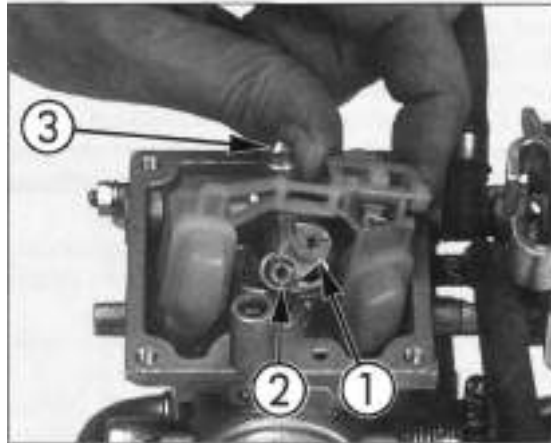

Bild 61
- Schwimmergestell samt Ventilkegel abnehmen (Bild 61).
- Düsenstock mit Gummidichtung (leicht geölt) aufsetzen und mit Schraube  Bild 61 befestigen.